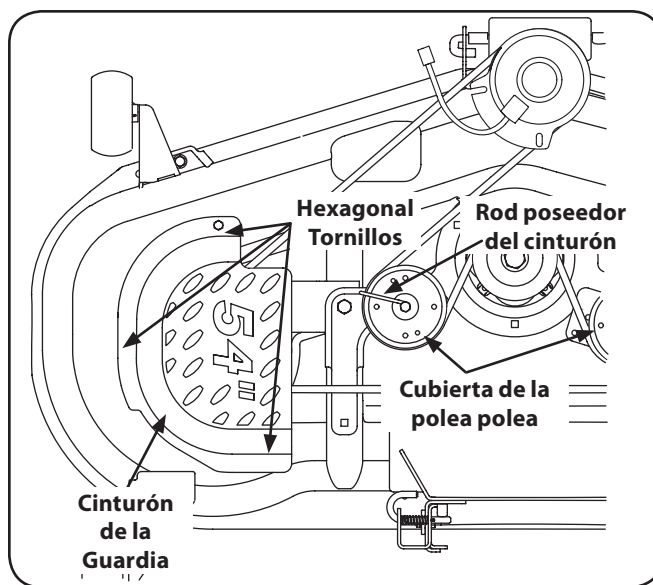

Figura 7-7
2. Quite a los protectores de la correa quitando los tornillos del maleficio que los sujetan a la cubierta. Vea Figura 7-7.